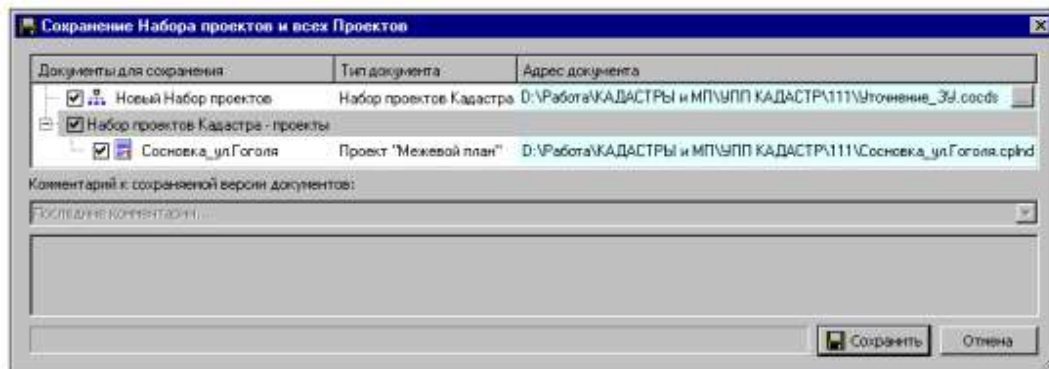

Рисунок 33– Сохранение Набора проектов
- Далее откроется диалог **Сохранение Набора проектов и всех Проектов** (рис. 33) с заданным адресом НП. По этому адресу автоматически формируются адреса всех проектов в составе НП. Нажмите кнопку **Сохранить**.